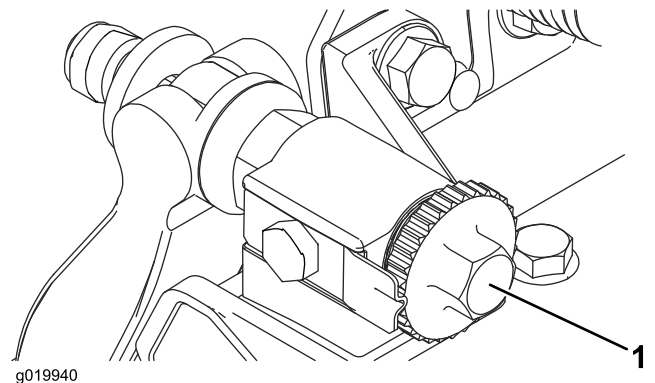

Figure 8
1. Placez le plateau de coupe sur une surface de travail plane et horizontale. Tournez les vis de réglage de la barre d'appui dans le sens antihoraire pour vérifier qu'elle ne touche pas le cylindre (Figure 8).